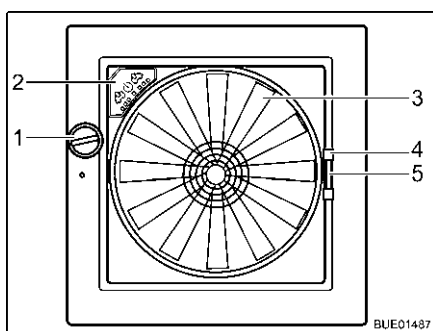

Bild 92 Taklucka Omni-Vent
- Vrid på vredet (Bild 92,1) tills önskad öppningsvinkel har nåtts.
- Vrid på vredet (Bild 92,1) tills takluckan är helt stängd.
- Dra insektsskyddet i handtaget (Bild 92,4) till motstående ramsida.
- Tryck ihop mörklägningsgardinens handtag (Bild 92,5).
Fläkt När takluckan är öppen kan kupén vädras med fläkten (Bild 92,3) i sex nivåer. Fläkten regleras via reglagen (Bild 92,2).